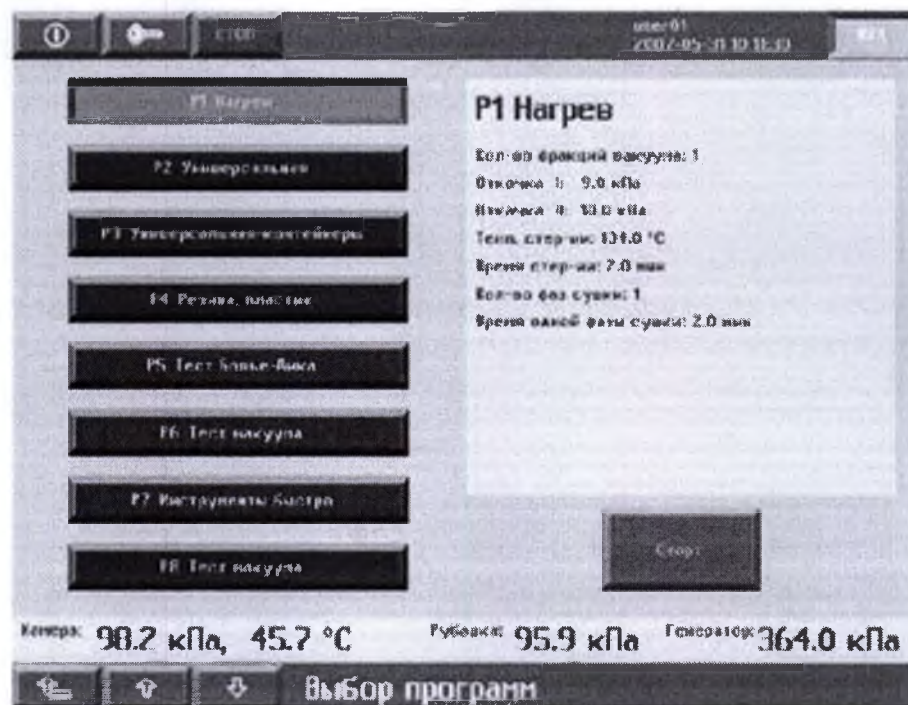

Рисунок 8. Выбор программы
- Затем нажмите кнопку нужной (выбранной) программы P1, P2, ..., Px на основном экране программ рисунок 8.